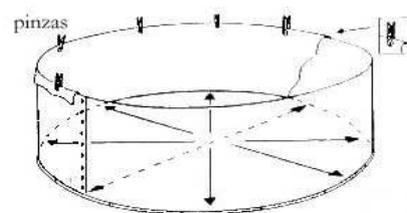

fig. 24
b) Localizzare e situare la saldatura del laterale (SL) in modo che rimanga perfettamente retta e perpendicolare al suolo. Questo l'orienterà per collocare il laterale senza rughe. Copra tutto il bordo della parete col liner, sottomettendolo provvisoriamente con pinzette (fig. 24). Togliere l'eccesso di liner, tirando soavemente dello stesso verso fuori (evitare le tirate forti).